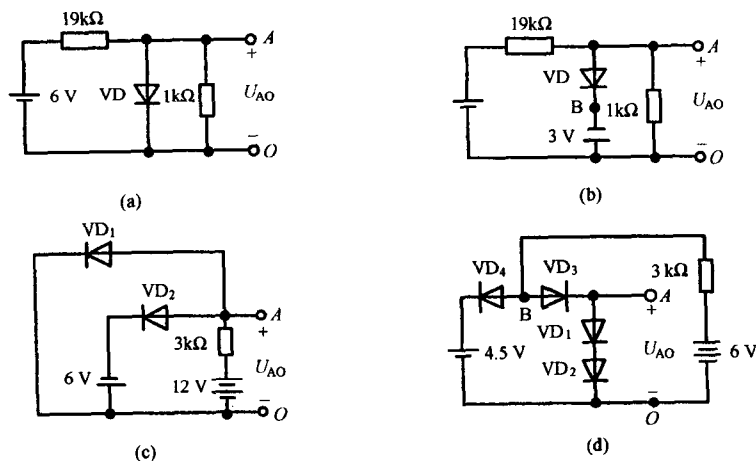

图 1.8
- (1) 能否将 1.5 V 的干电池以正向接法接到二极管两端? 为什么?
- (2) 判断图 1.8 电路中各二极管是否导通, 并求 A, O 两端的电压值。设二极管的正向压降为 0.7 V。